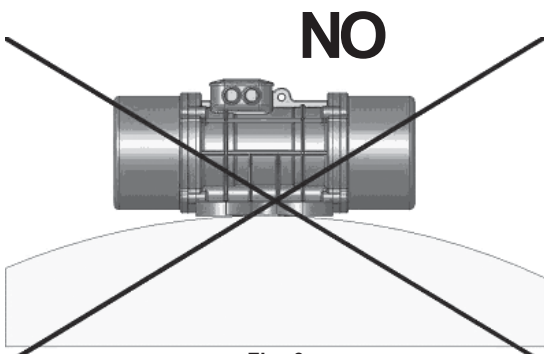

Fig. 3
- Die Mutter fest anziehen (Bild 3)
Photo 3 - Bild 3